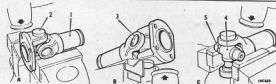

Abb. G.8
- (3) Kreuzgelenkgruppe säubern.
- (4) Lager-Halteklemmen auf einer Spitzzange entfernen und dann mit einer Schraubenzieher abheben. Läßt sich eine Klemme nur schwer entfernen, Lageringende leicht beklöpfen um den Druck an der Klemme zu heben.
- (5) Gelenk in einer Hand halten und Unterseite der Gabel oben auf einen Schraubstock legen. Gabelumfang leicht mit einem Kupferhammer beklöpfen, Abb. G.8, bis der Lagering aus der Gabel hervortritt.
- (6) Gelenk umdrehen und Lagering in Schraubstock spannen. Unterseite der Gabel beklöpfen bis der Lagering abfällt, Abb. G.8.
- (7) Vorgänge (5) und (6) an gegenüberliegenden Lager wiederholen.
- (8) Die zwei freigelegten Lagerzapfen oben auf den Schraubstock legen (Holz- oder Weichmetallpackstücke zwischen Schraubstock und Lagerzapfen legen). Oberen Ansatz der Flanschgabel beklöpfen wie unter (5) und (6) beschrieben, um die zwei verbleibenden Lageringende zu entfernen, Abb. G.8.
- (9) Kreuzgelenkern aus der Antriebswellengabel nehmen.